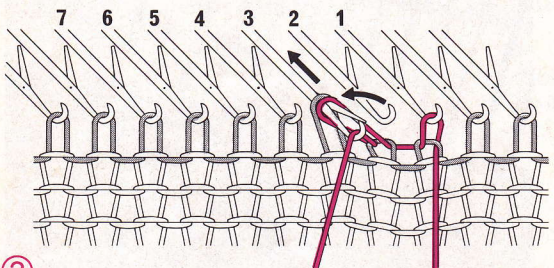

Fig. 169
③ Reporter avec le poinçon cette 2^e maille sur l'aiguille 3. Avancer l'aiguille 3, poser la laine dans le crochet, reculer cette aiguille en B. Une maille s'est formée, la reporter sur l'aiguille 4 (fig. 169).